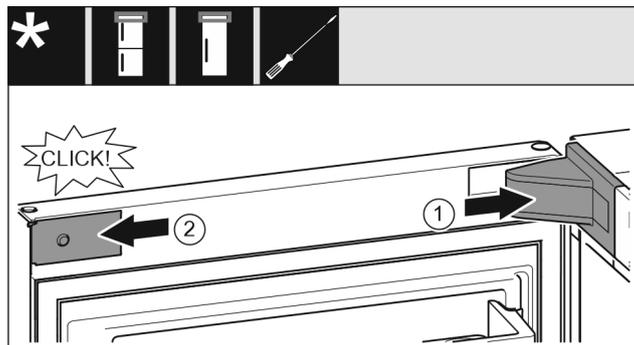

Fig. 22
- ▶ Nasadíte kryt ložiskovej konzoly a zaistíte, príp. opatrne roztláčte. Fig. 22 (1)
- ▶ Z boku nasadíte a zaistíte kryt. Fig. 22 (2)